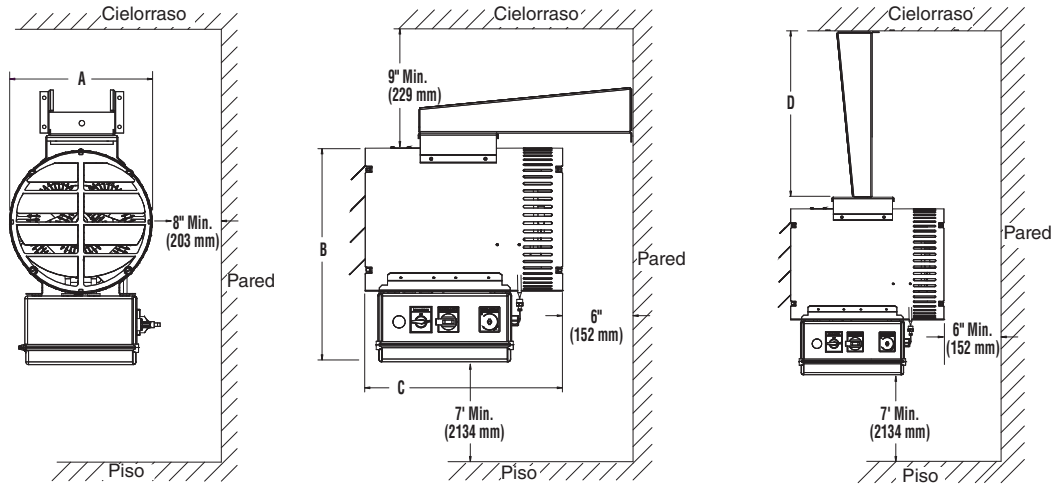

Figura 2
7. Mantenga un espacio libre de 1524 mm (5') como mínimo al frente del calefactor. Para ver los requisitos de espacio libre lateral, superior y posterior consulte la Figura 2.
- B. Para alturas de cielorraso de 3658 mm (12 pies) o menores, la altura de montaje máxima está determinada por el uso del soporte de montaje que se ofrece con estos calefactores. El espaciado mínimo al cielorraso es 229 mm (9"). (Vea la Figura 2).
- C. En uno u otro caso, la altura de montaje mínima es 2134 mm (7 pies), medida desde el piso hasta el fondo del calefactor. Figura 2.
2. Espaciado respecto a las paredes adyacentes (vea la Figura 2).